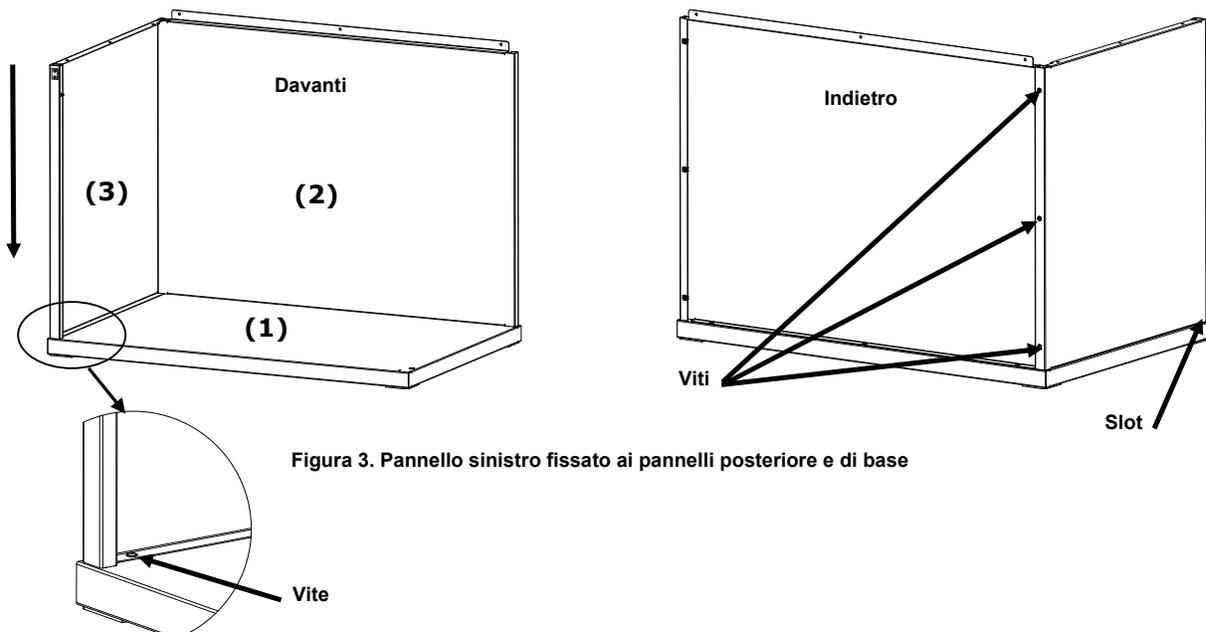

Figura 3. Pannello sinistro fissato ai pannelli posteriore e di base
3. Sostenendo il pannello posteriore (2), collocare il pannello sinistro (3) con il lato liscio verso fuori, sopra il bordo superiore del pannello posteriore (2).
4. Far scorrere il pannello sinistro (3) verso il basso lungo il canale di incastro fino a quando la linguetta anteriore del pannello sinistro (3) non si inserisca nel pannello di base (1). Fissare il pannello sinistro (3) a quelli di base e posteriore, serrando le quattro viti come illustrato nella Figura 3.